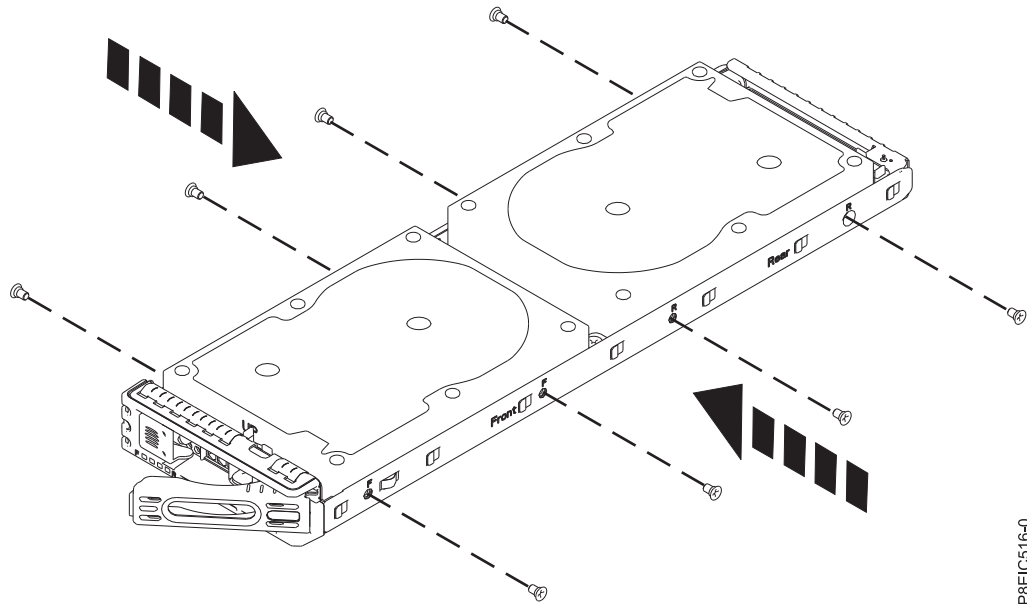

Figura 15. Fijación de la unidad de 3,5 pulgadas en la bandeja
- b. Asegure la unidad a los lados de la bandeja utilizando cuatro tornillos (2 en cada lado), tal como se muestra en Figura 15 en la página 17.